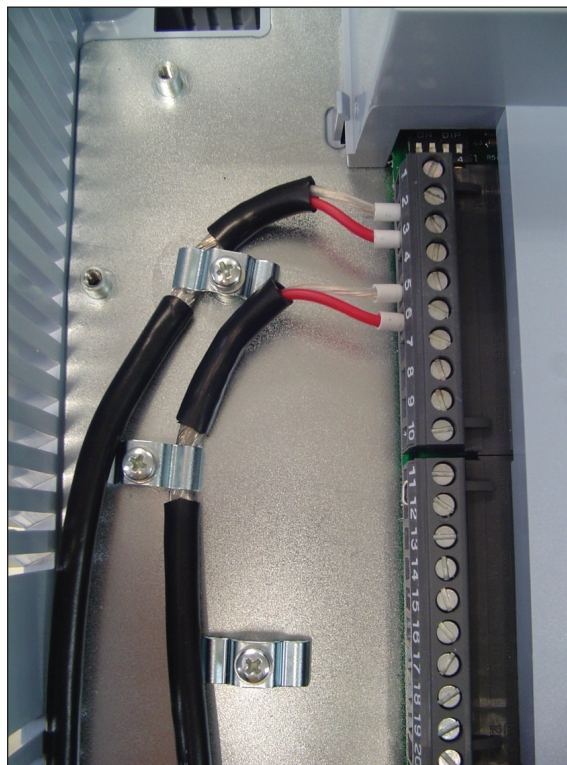

Bild 3.16 - Beispiel eines Schirmungsanschlusses für die Steuerverkabelung
4) Bild 3.16 zeigt den sachgemäßen Anschluss der Kabelschirmung.